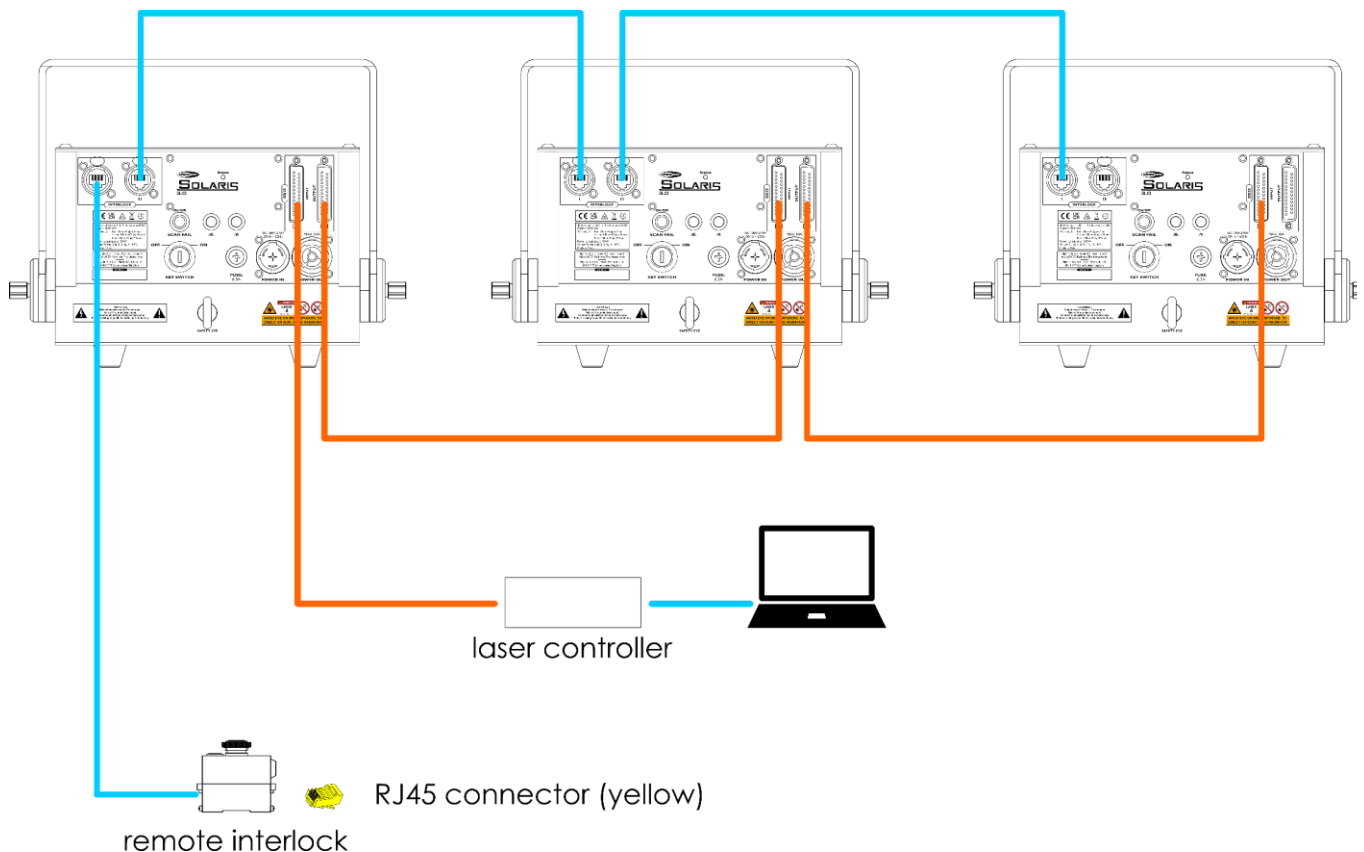

Fig. 15
En la Fig. 15 se muestra una instalación típica con múltiples unidades. Siga los pasos a continuación para conectar la unidad a un controlador láser, al dispositivo de enclavamiento remoto y a otras unidades:
- 01) Conecte el controlador láser al **conector DB-25 INPUT compatible con ILDA (15)** de la unidad con un cable DB-25 compatible con ILDA.
- 02) Conecte el **conector DB-25 OUTPUT (16) compatible con ILDA** de la primera unidad al **conector DB-25 INPUT (15) compatible con ILDA** de la segunda unidad de la instalación con un cable DB-25 compatible con ILDA.
- 03) Repita el paso 2 para todas las unidades de la conexión en cadena como se indica en la Fig. 15.
- 04) Conecte el **conector RJ45 (25)** del dispositivo de enclavamiento remoto suministrado con la unidad al **conector RJ45 del dispositivo de enclavamiento I (09)** de la unidad con un cable CAT-5/CAT-5E/CAT-6.
- 05) Conecte el **conector RJ45 del dispositivo de enclavamiento II (10)** de la primera unidad al **conector RJ45 del dispositivo de enclavamiento I (09)** de la segunda unidad de la instalación con un cable CAT-5/CAT-5E/CAT-6.
- 06) Repita el paso 5 para todas las unidades como se indica en la Fig. 15.
- 07) Introduzca el conector RJ45 (amarillo), suministrado con la unidad, en el **conector RJ45 (24)** del dispositivo de enclavamiento remoto.